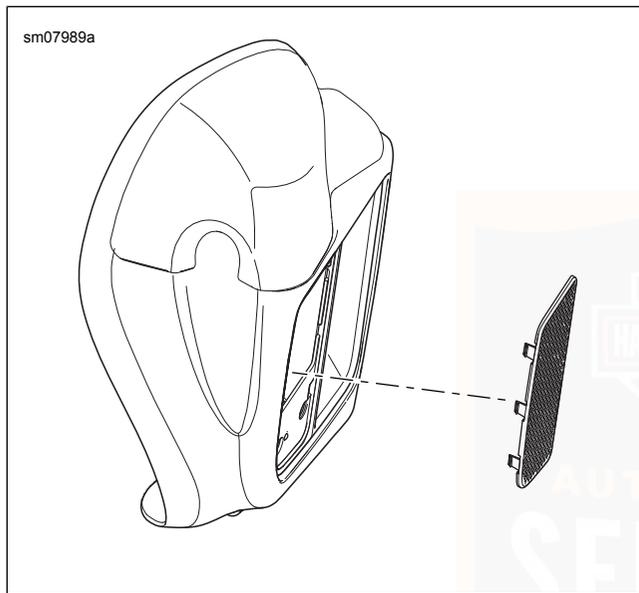

Abbildung 72. Kühlergrillabdeckung der unteren Verkleidung
1. Siehe Abbildung 72. Den äußeren Kühlergrill an der unteren Verkleidung ausbauen.